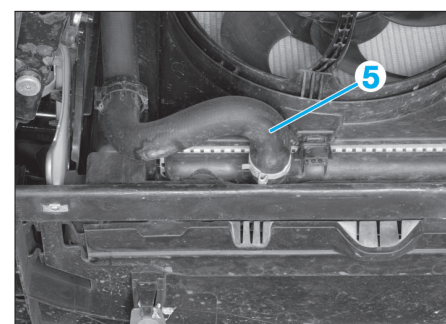

Fig. 21
- Reposer le bouchon de vidange (3) avec un joint torique et un clip neuf (3a).
- Désaccoupler la durit inférieure (5) du radiateur (Fig.21).